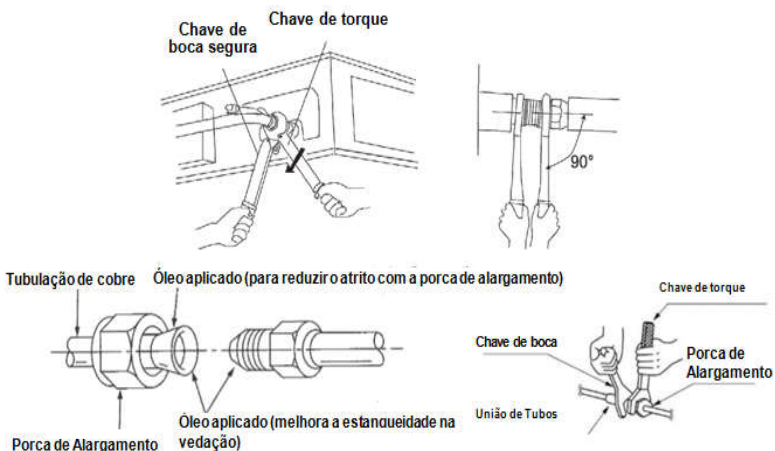

Fig. 14
- Ao conectar o tubo à unidade ou removê-la da mesma, use uma chave de boca e uma chave de torque (Fig. 14).
- Examine o tubo de conexão para ver se há vazamentos, em seguida, faça o tratamento de isolamento térmico, conforme mostrado na Fig. 14.